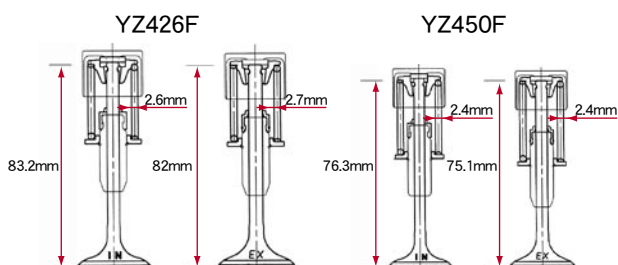

図4 吸排バルブ
鉄比較で重量約 60%で強度に優れるチタン材採用の5バルブは、新たにチタン材に適したバルブ回りの設計を行なった。バルブスプリングの線径は現行のφ 2.6mm (IN) 2.7mm (EX) からφ 2.4mm へと小径化、バルブ長は7mm 短縮し、バルブ単体重量も従来比で6%軽量化。これと高強度材採用の新バルブスプリングとの組み合わせで、ロス馬力低減とヘッド回りのコンパクト化を図った(図4)。